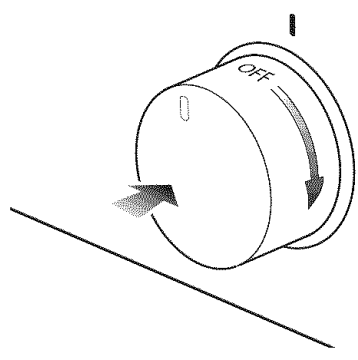

Fig. 3.5
- 2) Appuyez légèrement sur le bouton du thermostat et tournez-le dans le sens horaire jusqu'à la position BROIL (fig. 3.5).